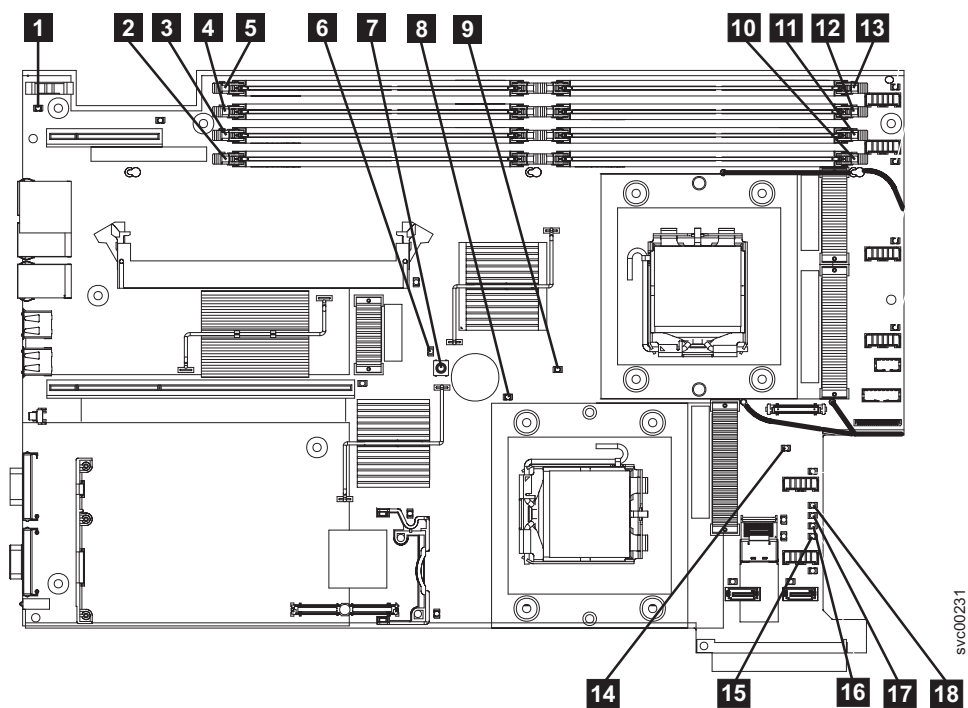

図 58. SAN ボリューム・コントローラー 2145-8G4 システム・ボード
- d. ライト・パス診断ボタン **7** を押します。図 58 を参照してください。